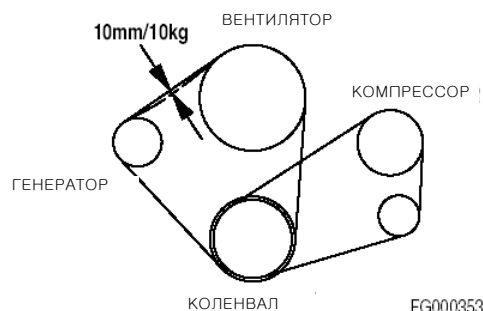

Рис. 43
2. При выключенном двигателе проверить натяжение ремня вентилятора, нажав на ремень сверху посередине между шкивом вентилятора и шкивом генератора. Ремень должен провисать примерно на 10 мм. См. Рис. 43. Для регулировки ремня ослабить регулировочные анкерные болты генератора, отрегулировать натяжение ремня и вновь затянуть болты.